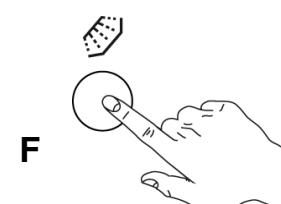

Abb. 31
- 2- Drücken Sie vor oder unmittelbar nach dem Starten des Waschzyklus den KNOPF "F" - kalte Endnachspülung. (Abb. 31)